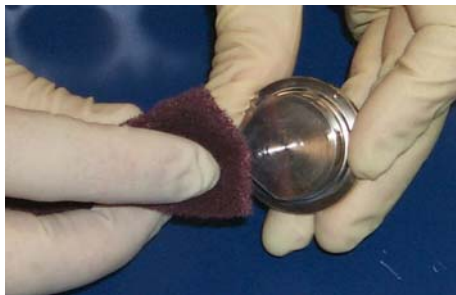

Figura 4-21 Pieza del Polo Magnético de Tierra Descolorida
- Usando la almohadilla Scotch-Brite, limpie cualquier área descolorida de las piezas de polo magnético (Figura 4-21).